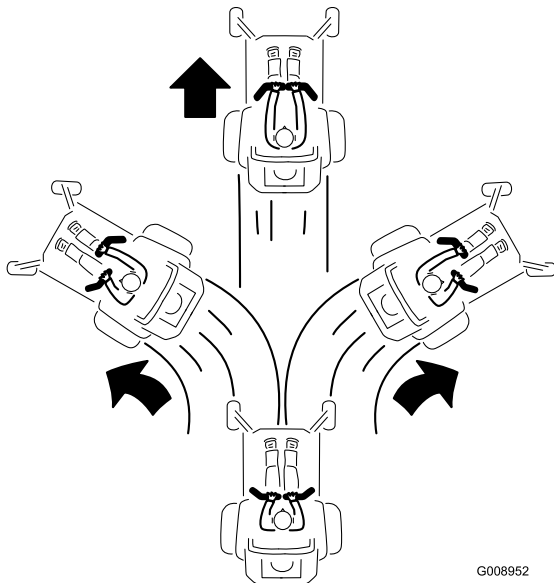

Figure 14
2. Pour vous déplacer en marche avant, poussez lentement les leviers de commande de déplacement vers l'avant (Figure 14).
Pour vous déplacer en ligne droite, appliquez une pression égale sur les deux leviers de déplacement (Figure 14).
Pour tourner, relâchez le levier de commande correspondant à la direction que vous voulez prendre (Figure 14).